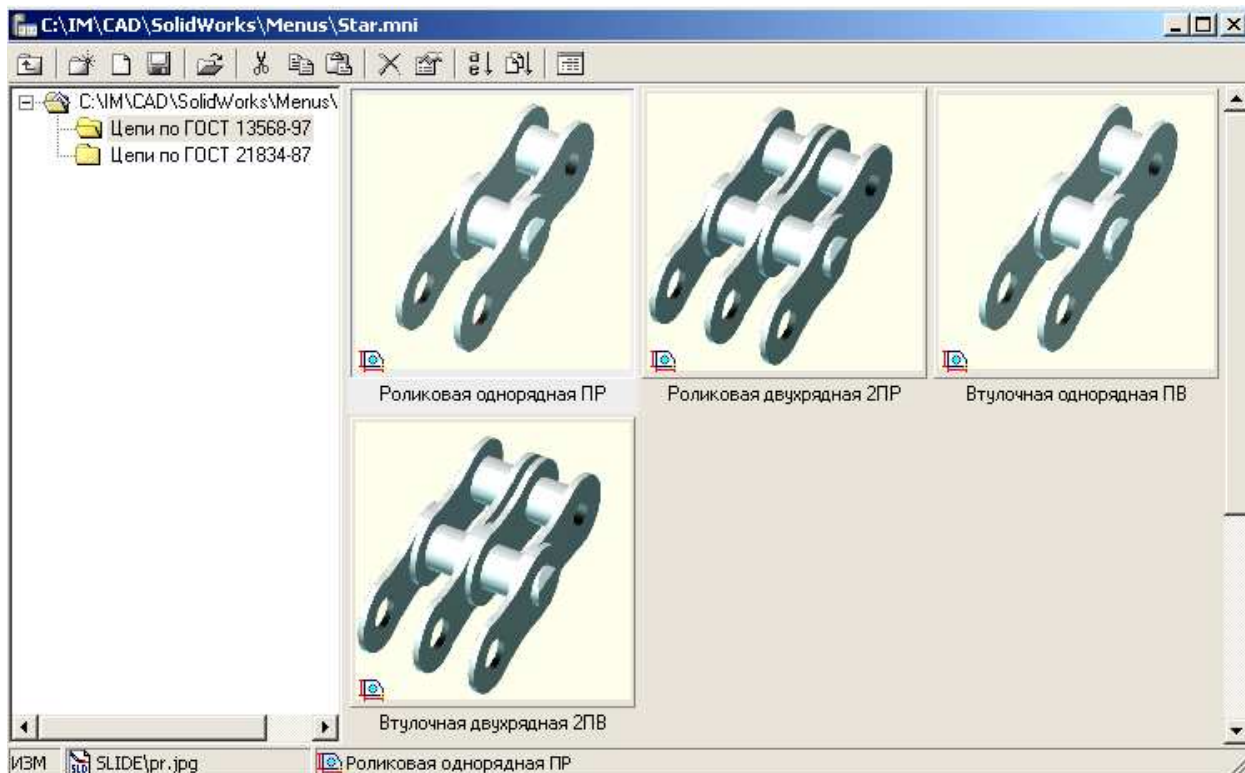

Рисунок 7.17
1. Выберите тип цепи (команда **Цепь**), система предложит диалоговое окно (см. Рисунок 7.17);